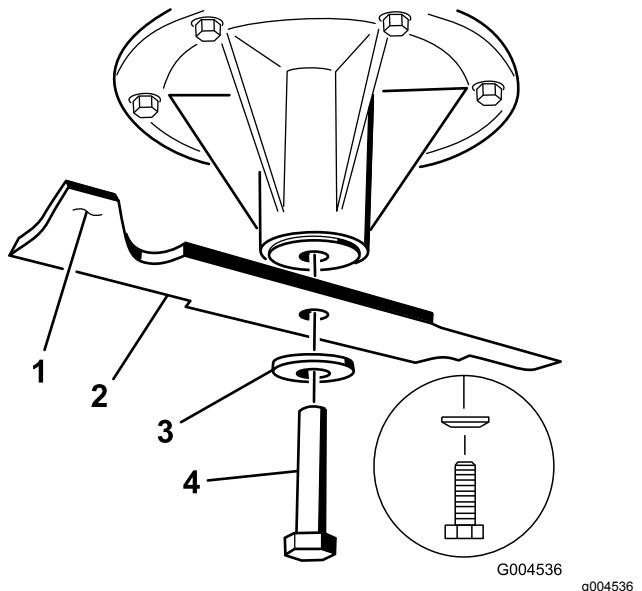

Bild 95
1. Befestigen Sie die linke und mittlere Messerschraube, die Wellenscheibe und die Messerschrauben an den Spindelwellen (Bild 96 und Bild 95).
Hinweis: Der Konus der Wellenscheibe muss bei der Installation in Richtung Schraubenkopf zeigen (Bild 95).
2. Befestigen Sie das rechte Messer, die Wellenscheibe und die Messerschraube (Schraube mit Linksgewinde) an der Spindel (Bild 96 und Bild 95).